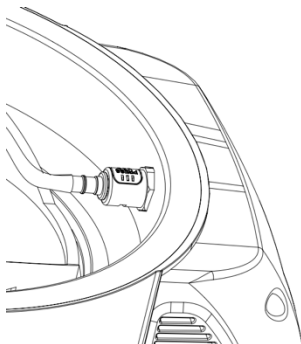
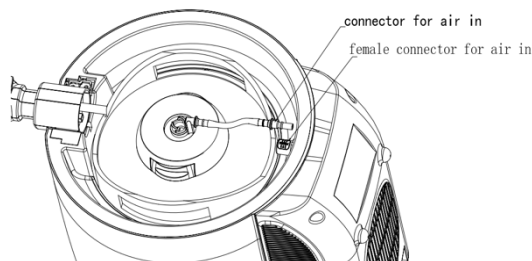

Abbildung 14
Abbildung 15
3. Halten Sie den weißen Knopf der Lufteinlass-Schnellkupplung gedrückt (siehe Abbildung 14) und ziehen Sie den Lufteinlass-Schnellanschluss am Ende des Bierschlauchs am Weinventilgerät aus der Lufteinlass-Schnellkupplung heraus (siehe Abbildung 15).